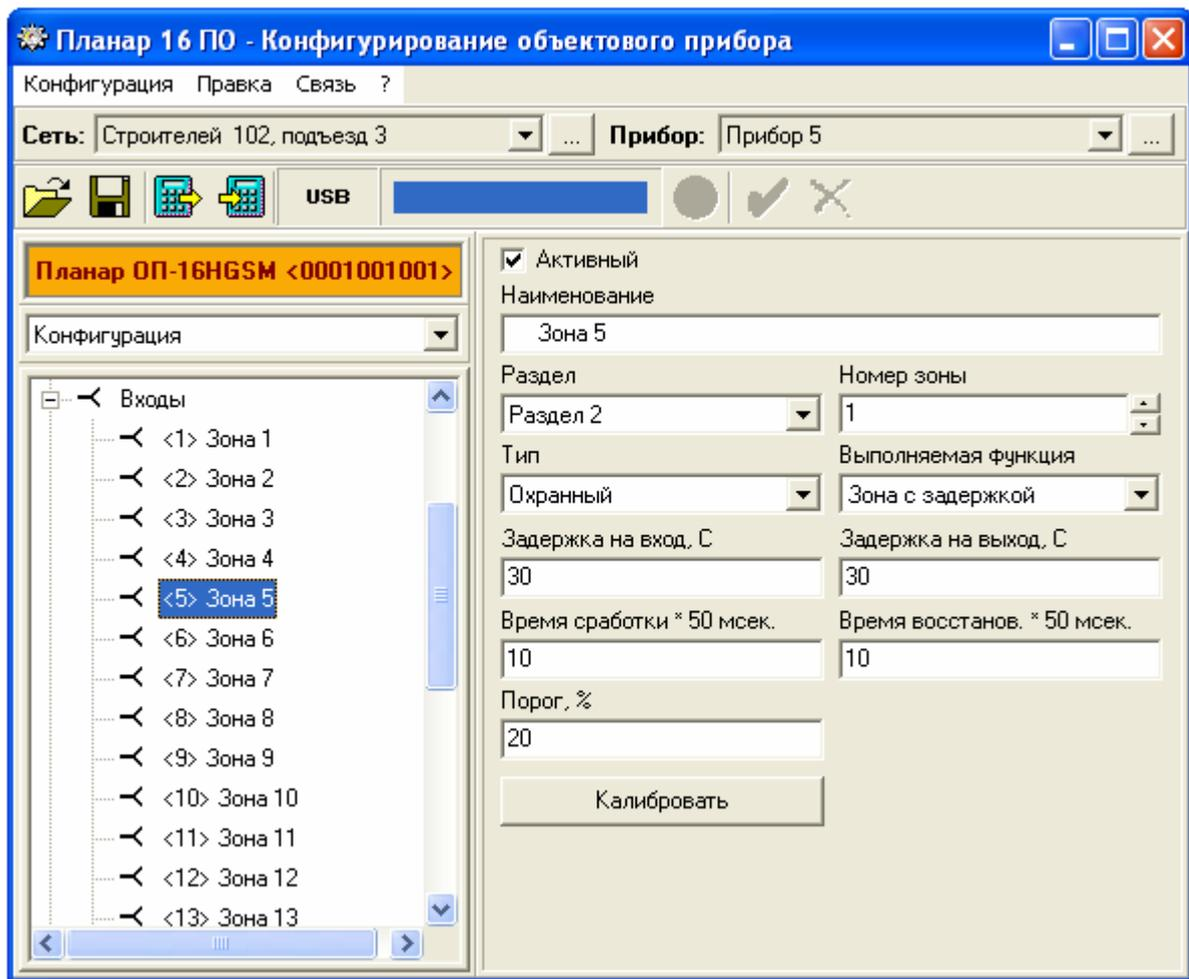

Рис. 12.22 Калибровка входов.
12.3.2.5 Типовое окно программы конфигурирования объектового прибора при калибровке входа показано на Рис. 12.22.